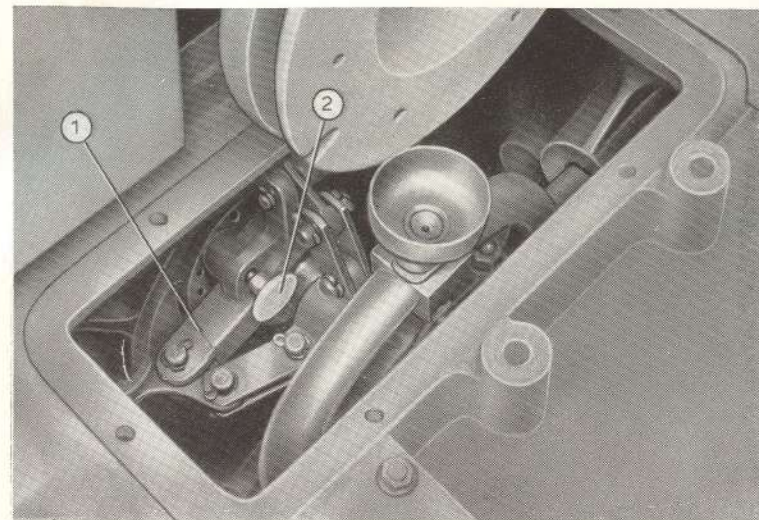

Fig. 71. - Réglage de l'embrayage central.
- Faire tourner à la main, après avoir débrayé, le croisillon de réglage (1, fig. 71) jusqu'à ce que le cliquet se trouve en face du trou de visite.